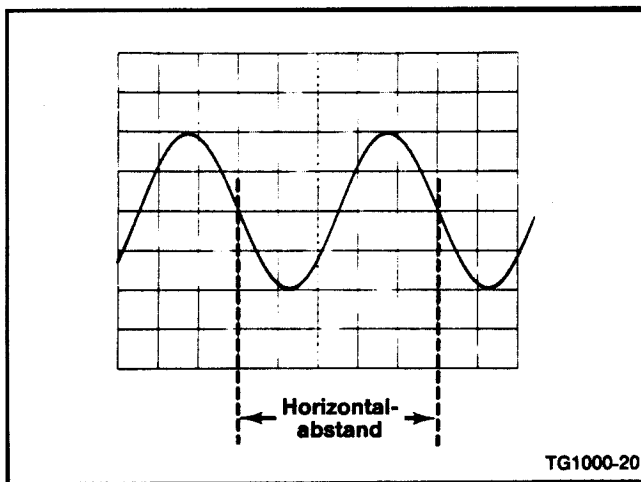

Abb. 2-5. Periodendauermessung zwischen zwei Punkten.
2. Stellen Sie die Bedienungselemente der Triggerung so ein, daß das Signal stabil auf dem Bildschirm dargestellt wird. Wählen Sie eine so schnelle Ablenkzeit, daß ein Signalzyklus über weniger als acht horizontale Rasterteile dargestellt wird. (Im ersten und letzten Rasterteil können Nichtlinearitäten auftreten.) Siehe Abb. 2-5.
BEISPIEL: Die Frequenz des in Abb. 2-5 gezeigten Signals, das eine Periodendauer von 0,5 ms hat, beträgt: